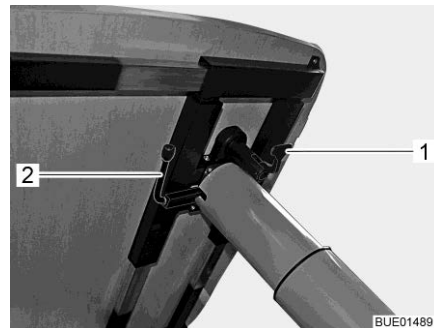

Bild 129 Inställning lyftbord
- Fäll ned låsarmen (Bild 129,1).
- Sväng spaken (Bild 129,2) under bordsskivan 180° medurs. Lyftmekanismen i bordsbenet låses upp.
- Sväng spaken (Bild 129,2) under bordsskivan 180° medurs. Bordsskivan åker själv upp till det övre ändläget.